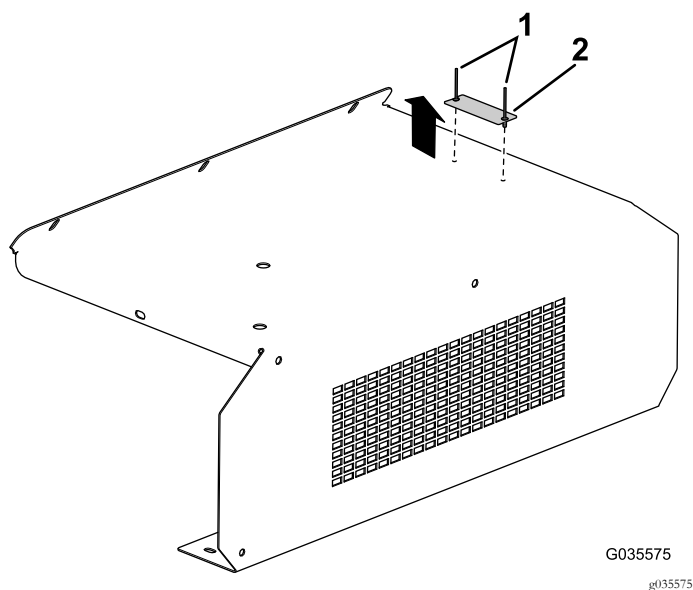

Рисунок 6
4. Снимите табличку с заводским номером со снятого брызговика, высверлив заклепки (Рисунок 6).